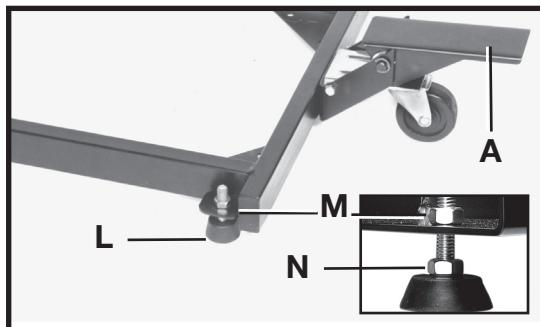

Fig. 6
3. La base móvil debe nivelarse con la superficie del piso cuando la palanca para pie (A) Fig. 6 esté en la posición elevada. Las dos patas de goma, una se muestra en (L) Fig. 6, debe estar en contacto con la superficie del piso. Para elevar o bajar cada pata de goma, afloje la tuerca hexagonal (M) y gire la tuerca (N) que se encuentra justo sobre el pie de goma, hacia arriba o abajo. Después de la regulación, ajuste la tuerca hexagonal (M).
**IMPORTANTE:** eleve la palanca para pie (A) Fig. 6 y asegúrese de que está en la posición de bloqueo antes de colocar la máquina en la base móvil.